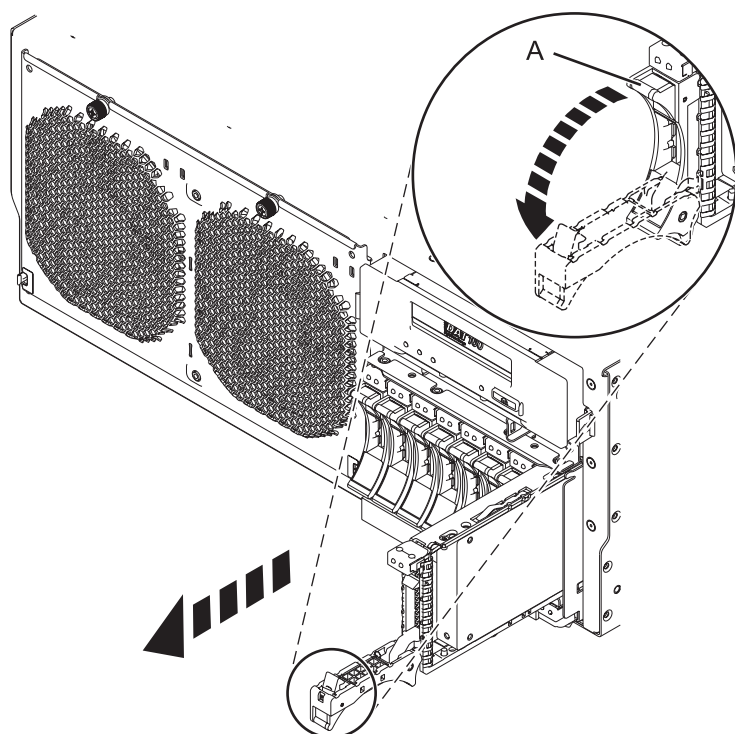

Figura 37. Extracción de una unidad de disco del sistema
1. En el sistema, desbloquee el asa de la unidad ejerciendo presión y tirando de ella hacia usted, como se muestra en la Figura 37 en la página 60.